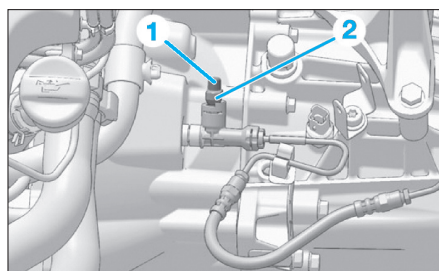

Fig. 5
- Déposer le bouchon (1) de la vis de purge (Fig.5).
- Mettre un tuyau transparent sur la vis de purge (2) et placer l'autre extrémité dans un récipient situé plus bas que la vis de purge.
- Déposer le bouchon (1) de la vis de purge (2) (Fig.5).
- Ouvrir la vis de purge (2) et actionner rapidement, à vingt reprises, la pédale d'embrayage sur toute sa course.